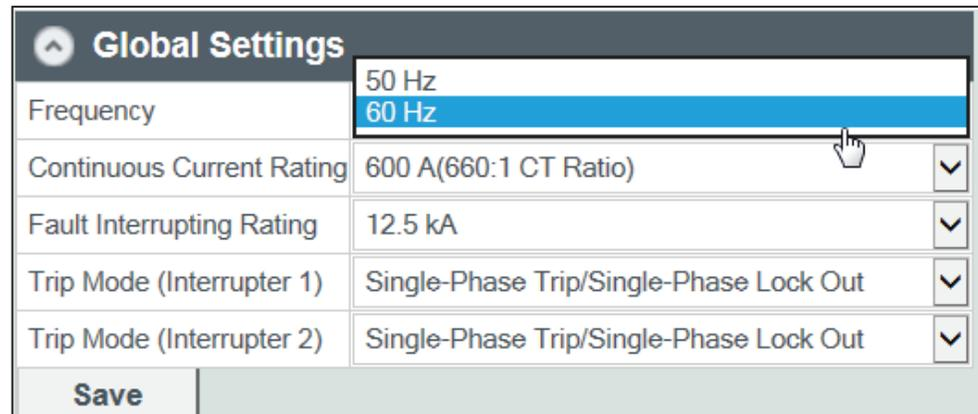

Figura 26. Seleccione la frecuencia nominal en el menú de Configuración Global.
PASO 1. Desde el menú de **Global Settings (Ajustes Globales)**, seleccione los ajustes de frecuencia para que coincida la frecuencia de operación del sistema. Vea la Figura 26.